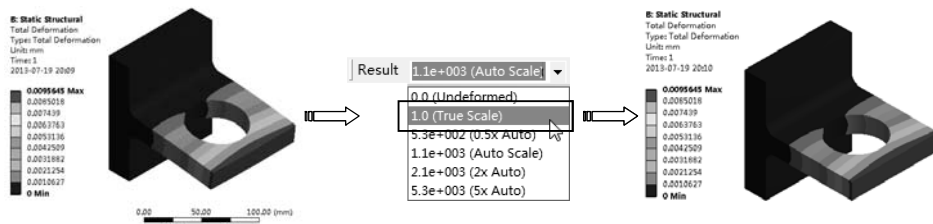

图 4-36 缩放比例
(1) 缩放比例 对于结果分析 (静态、模态、屈服分析), 模型的变形情况将发生变化, 默认状态下, 为了更清楚地看到结构变化, 比例系数自动被放大, 用户可输入自己所需要的缩放比例值, 如图 4-36 所示。